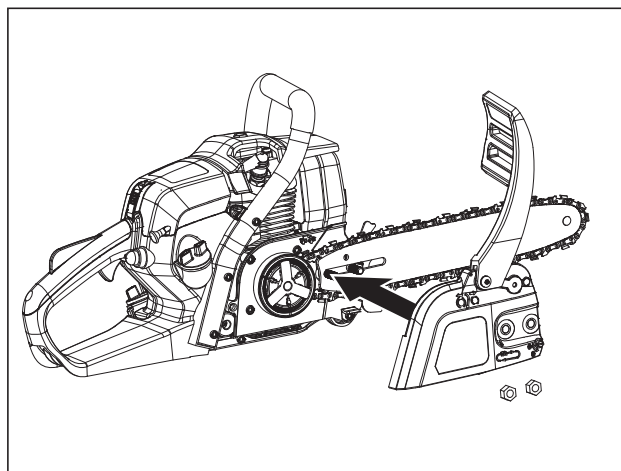

Fig. 34
6. Alinee la barra guía y el conjunto de la cadena de aserrado con el piñón de accionamiento y el perno. Disponga la cadena de aserrado alrededor del piñón de accionamiento y luego baje la barra guía para instalarla en el perno (Fig. 34).